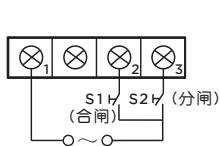

图4a CD型电动操作机构接线图
- 断路器RDM1-80、125、250电动操作机构可提供CD型和CD2型; RDM1-400、630、800仅提供CD2型; 断路器安装电操后的总高度见表12; 电操接线图见图4a和4b;